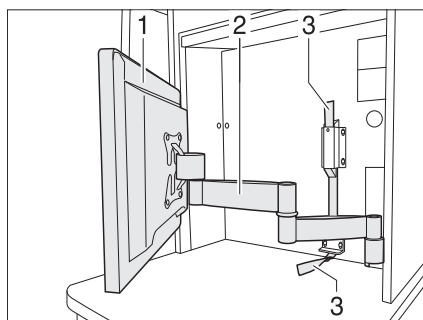

Fig. 60 Pantalla plana con brazo articulado
- Tirar de la cinta textil (Fig. 60,3) para desbloquear el brazo articulado (Fig. 60,2).
- Girar la pantalla plana (Fig. 60,1) a la posición deseada.